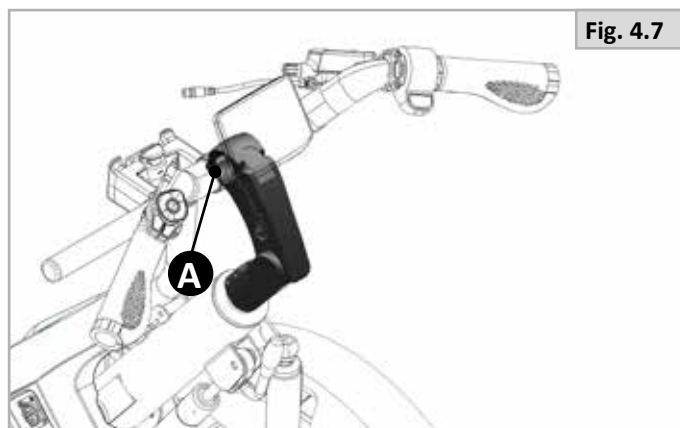

Fig. 4.7
4.8.1 Kontrolsystemer (Fig. 4.7)